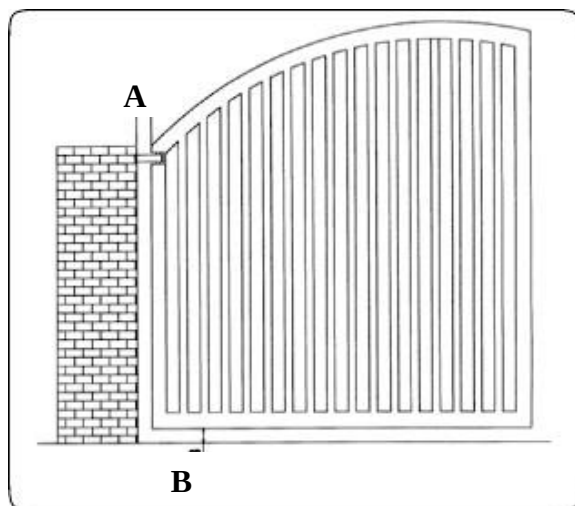

Рис. 16
- Расстояние А (рисунок 16) между ближним краем ворот и стойкой (колонной) должно оставаться постоянным при движении ворот. Если данное расстояние меняется, то максимальное расстояние должно быть 25 мм по всей высоте ворот, в противном случае, необходимо заполнить оставшееся открытое пространство по всей высоте ворот максимально на 2,5 м.
- Расстояние В (рисунок 16) между землей (полом) и крылом должно быть как минимум 50 мм, если данное расстояние меняется из-за уклонов на поверхности земли (пола) техник должен предпринять необходимые меры для того, чтобы уменьшить риск опасности травмирования людей или повреждения объектов.